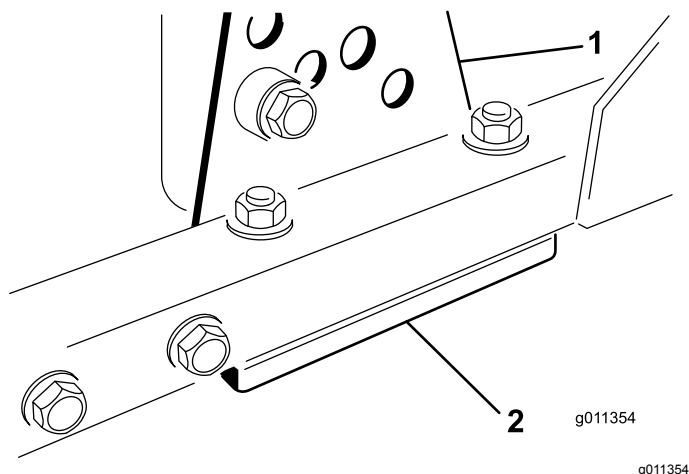

图 67
1. 从刀盘架上拆除剪草高度支架前、左或右 (图 67)。
2. 在刀盘架与剪草高度支架之间增、减 1.5mm 薄垫片和/或 0.7mm 薄垫片以达到所需的高度设置 (图 67)。